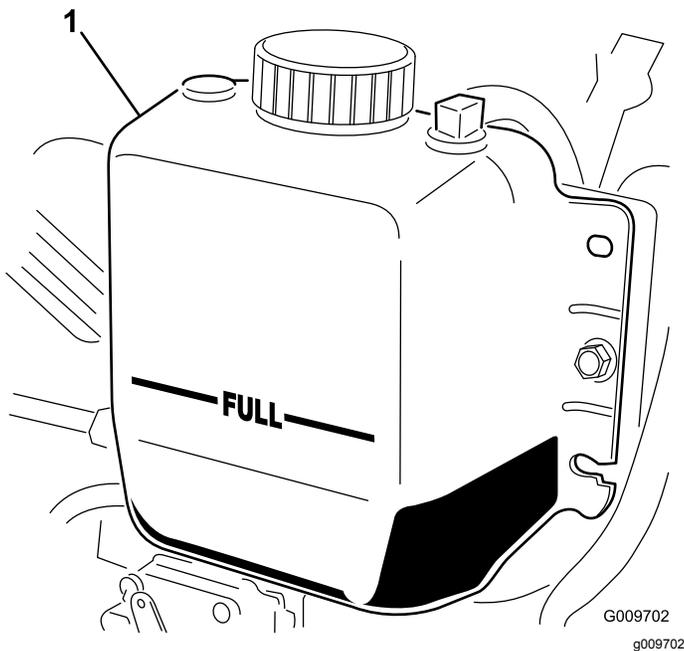

Figura 19
2. Verifique o nível do líquido de arrefecimento do radiador. O radiador deverá encontrar-se cheio de líquido até ao cimo do tubo de enchimento e o nível de líquido no depósito de expansão deverá atingir a marca Full (cheio) (Figura 19).